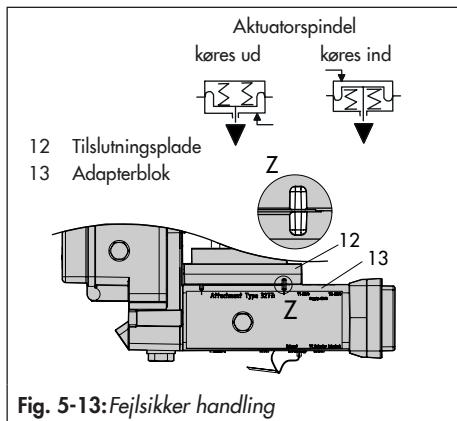

Fig. 5-13: Fejlsikker handling
8. Før skruerne (13.1) gennem de midterste huller i adapterblokken (13).
9. Sæt tilslutningspladen (12) med tætningerne (12.1) på skruerne (13.1) svarende til fejlsikker handling "aktuatorspindel køres ud" eller "aktuatorspindel køres ind". Den gældende fejlsikre handling bestemmes ved at rette udsparingen i adapterblokken (13) ind efter udsparingen i tilslutningspladen (12) (Fig. 5-13).